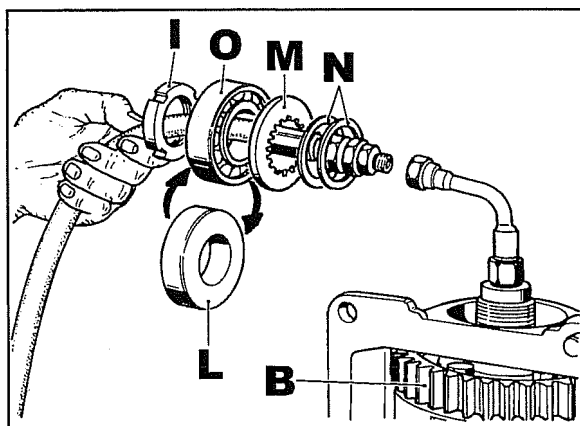

Abb. 16
Nach Festlegung dieses Wertes das Werkzeug wie in Abb. 16 gezeigt abtrennen, auf das Rohr die Ringmutter **I**, den Prüfabstandhalter **L**, die Unterlegscheibe **M** und die Abstandhalter **N** zur Einlegen der oben gemessenen Beilagen einstecken.
Nun allmählich Druck in das Werkzeug einleiten und gleichzeitig versuchen, das Zahnrad **B** Abb. 16 von Hand in Rotation zu bringen. Sicherstellen, daß diese Bewegung nur dann möglich ist, wenn das Manometer **35 bar** erreicht, um es dann bis **40 bar** ganz frei zu machen. Sollte das nicht möglich sein, mehr oder weniger auf die Beilagen der Abstandhalter **N** einwirken.
Nach dem Einstellen der Gruppe den Prüfabstandhalter **L** Abb. 16 durch das Lager **O** ersetzen.
- Die Ringmutter **I** Abb. 16 bei **22,5 kgm** anziehen.